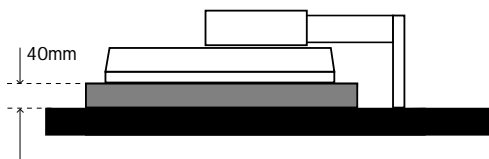

Figura S.2
4. Quite la tapa del cable. Extraiga los 4 tornillos que conectan el monitor al soporte y eleve y quite el conjunto del soporte (Figura S.2).